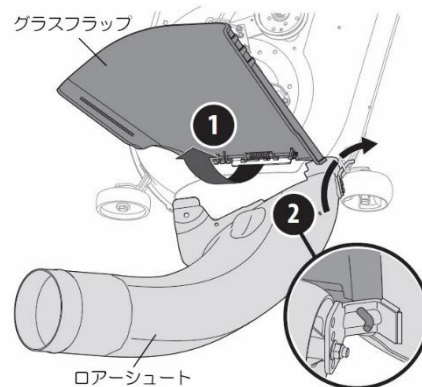

図 17
2. 芝刈機のグラスフラップを上げ、開いた状態(1)で図 17 に示すように、デッキに設けられた穴にロアーシュートマウントロッドを挿入してロアーシュートを引っ掛けます。